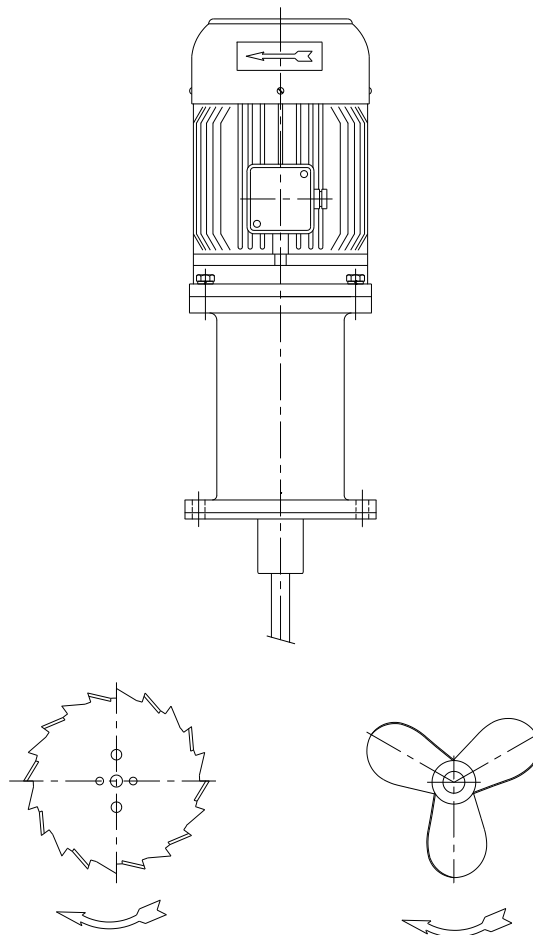

Figure 5.1
- Удостовериться, что направление вращения пропеллера правильное (направление вращения по часовой стрелке, если смотреть со стороны мотора). См. рисунок 5.1.